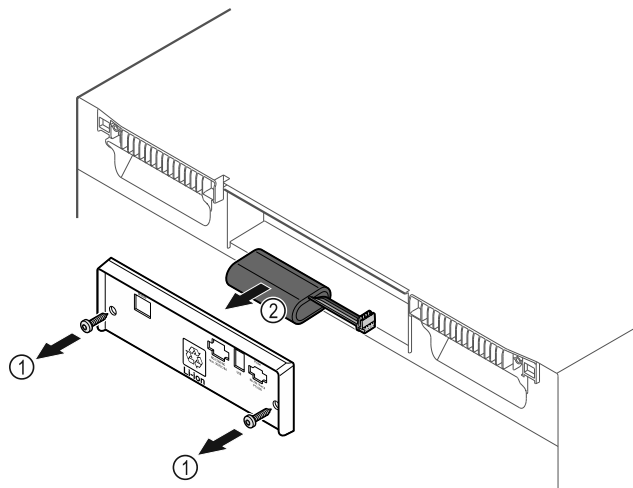

Fig. 180
- Dévisser les vis et retirer le couvercle situé à l'arrière de l'appareil Fig. 180 (1).
- Débrancher et retirer la batterie Fig. 180 (2).